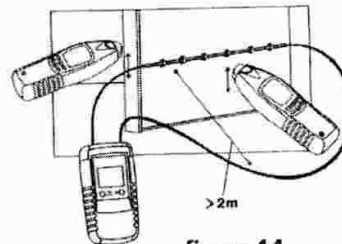

figure 14
- Raccordez l'émetteur comme indiqué sur la figure 14.